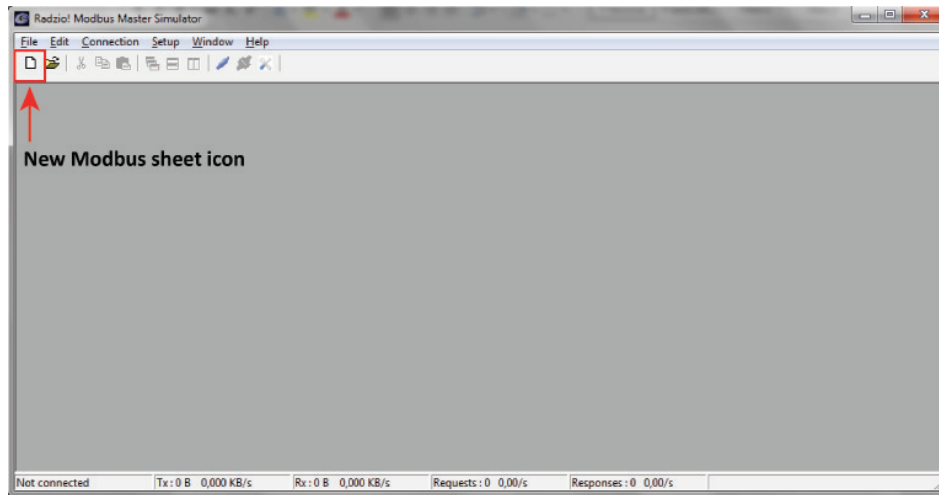

Abbildung 9: Symbol New Modbus sheet
10. Klicken Sie auf das Symbol **New Modbus sheet**, um das neue Modbus-Blatt zu öffnen. (Abb. 9)